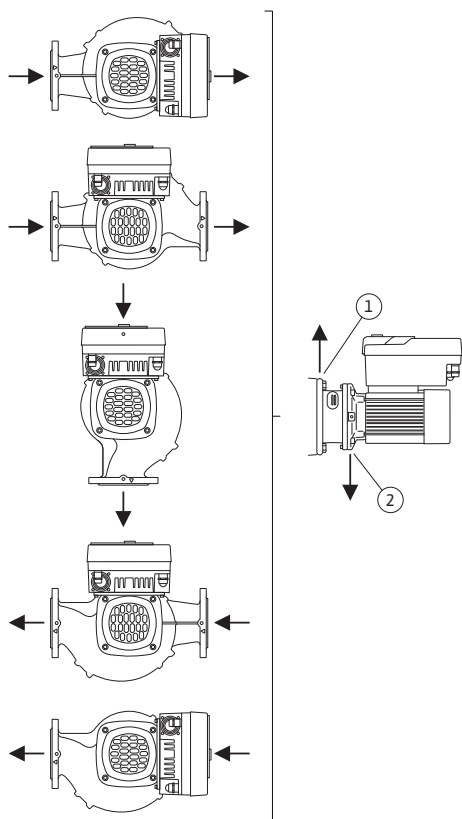

Fig. 17: Dopustni vgradni položaji s horizontalno gredjo
- Pri horizontalni gredi motorja morajo biti izvrtine za iztekanje kondenzata obrnjene navzdol (Fig. 17, poz. 2). Po potrebi je treba motor zavrteti.